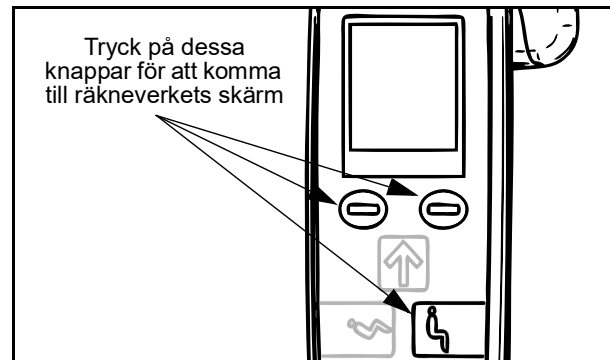

Fig. 2
2. Använd handkontrollen för att trycka på båda knapparna precis under skärmen samtidigt, samt DPS-knappen för "sitt upp" (se Fig. 2). Håll knapparna nedtryckta och sätt på enheten med strömknappen. Håll knapparna nedtryckta i ytterligare tre sekunder, eller tills du hör tre pip.